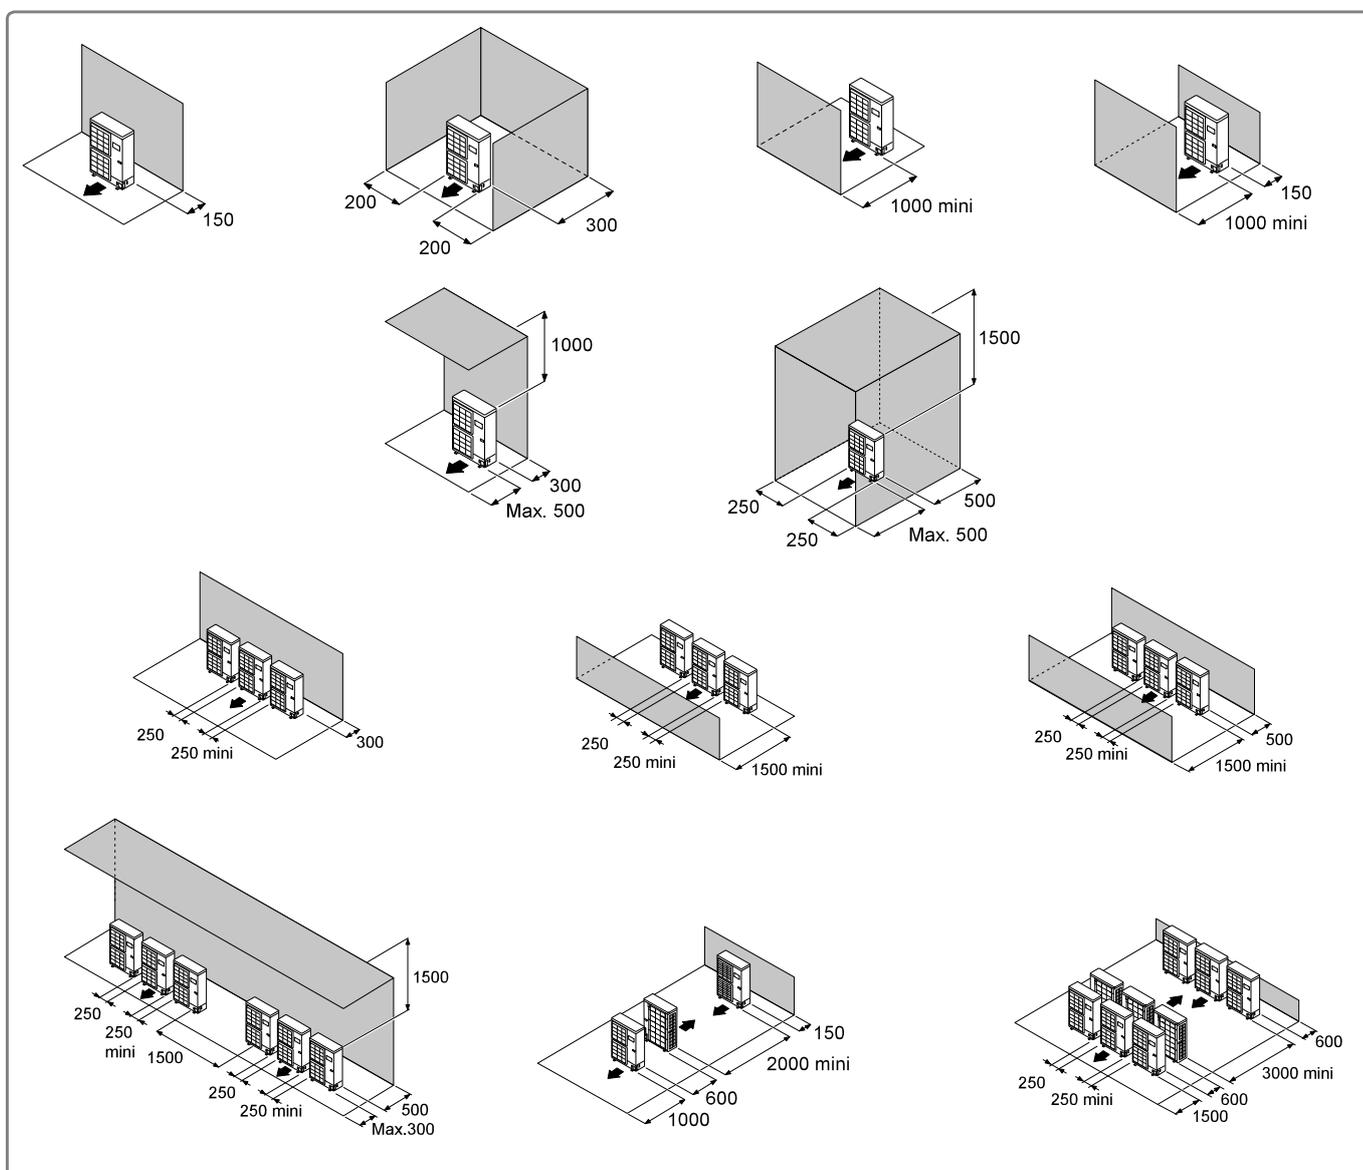

figure 11 - Dégagements minimum d'installation autour de l'unité extérieure
L'unité extérieure doit exclusivement être installée à l'extérieur (dehors). Si un abri est requis, il doit comporter de larges ouvertures sur les 4 faces et respecter les dégagements d'installation (figure 11).
- Aucun obstacle ne doit entraver la circulation de l'air à travers l'évaporateur et en sortie du ventilateur (figure 11).